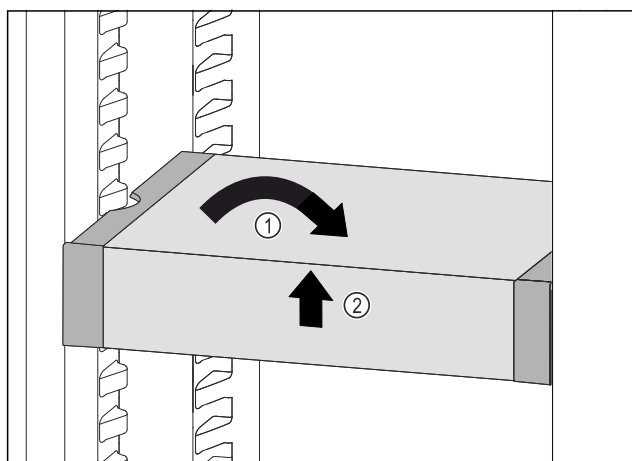

Fig. 134
- Placer VarioSafe lige. Fig. 134 (1)
- Løft VarioSafe op foran. Fig. 134 (2)